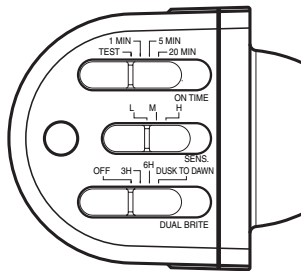

Figura 7
- Deslice el interruptor de sensibilidad (SENS) a la posición "L", el interruptor ON-TIME a la posición TEST, y el interruptor DUALBRITE a la posición OFF (vea la Figura 7).